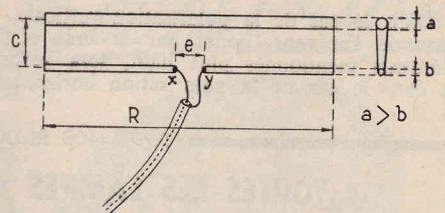

Fig. 2
- b) un radiateur de longueur R et dont le détail de construction est indiqué par les figures 2, 3 et 4 ;
a) le tube non coupé qui se fixe par son milieu au bras comme les autres éléments de l'antenne (voir fig. 2, 3 et 4) ;
Ecartement des points X et Y du (voir figure 2) :
L'écartement c (fig. 2, 3 et 4) ne doit pas être supérieur au dixième de la longueur totale du radiateur.
Les divers radiateurs indiqués dans le tableau I ont des résistances différentes et doivent être réalisés d'après l'un des schémas figures 2, 3 ou 4.
d'axe en axe, indiqués sur les figures 2, 3 et 4, en fonction de la résistance propre de l'élément sur le tableau I.